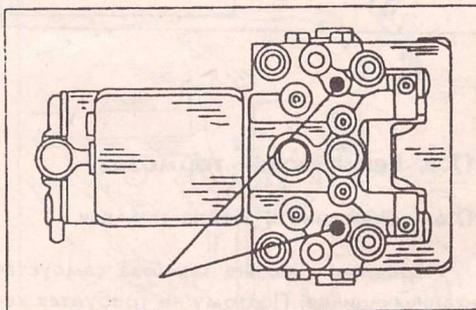

Рис. 262.
• На рис. 262 и 263 показано расположение ventилей выпуска воздуха у клапана задержки и гидравлического блока управления.